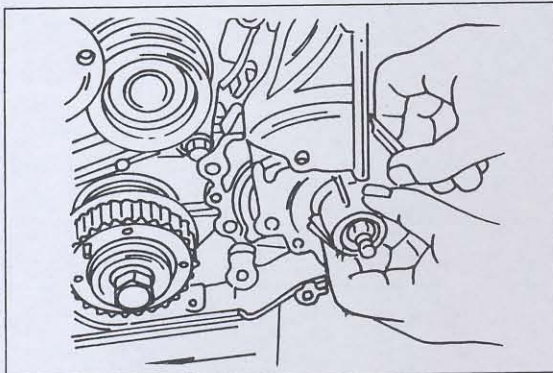

Bild 144
- Die Schrauben der Pumpe lockern und herausnehmen. Falls die untere Zahnriemenabdeckung eingebaut ist, wird die Pumpe in der in Bild 144 gezeigten Weise seitlich herausgezogen.
- Den Pumpendeckel entsprechend Bild 144 einsetzen, falls der Zahnriemenschutzdeckel noch eingebaut ist. Dabei die Dichtung nicht verschieben. Ist der Motor ausgebaut, den Deckel gerade von vorn aufsetzen.